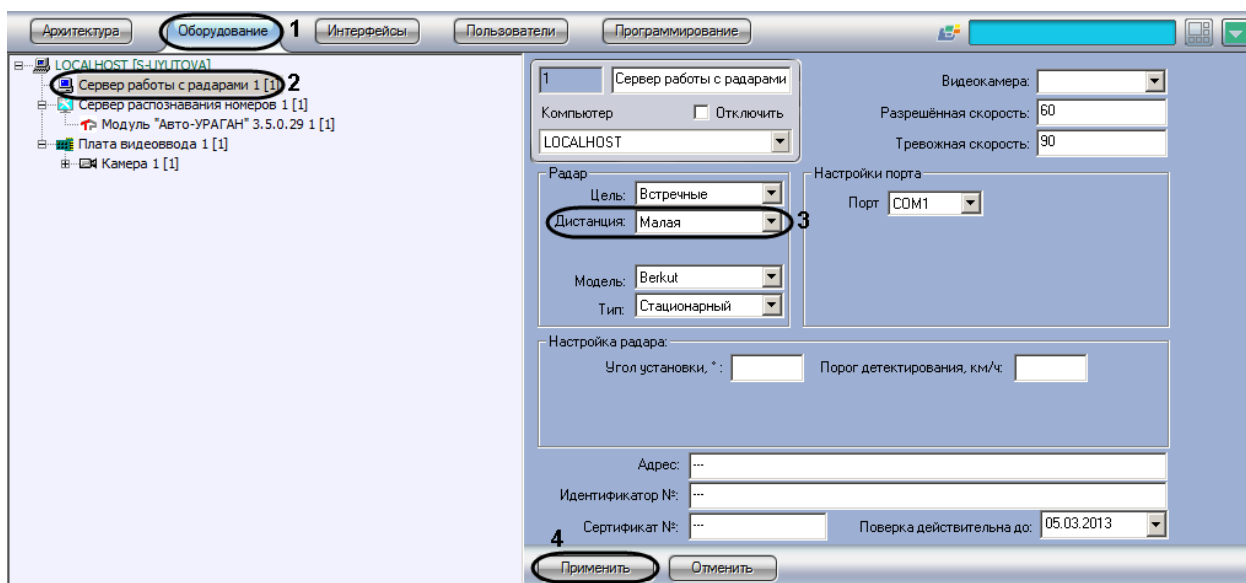

Рис. 7.3—8. Выбор дистанции для определения скорости движения транспортного средства
1. В диалоговом окне «Настройка системы» перейти на вкладку «Оборудование» (см. Рис. 7.3—8, 1).
- В дереве объектов на вкладке «Оборудование» выбрать объект «Сервер работы с радаром», соответствующий настраиваемому программному модулю «Радар» (см. Рис. 7.3—8, 2). В правой части вкладки «Оборудование» отобразится панель настройки выбранного объекта.
- В списке «Дистанция» выбрать расстояние от устройства «Радар» до места определения скорости движения транспортного средства, на котором требуется определять скорость движения (см. Рис. 7.3—8, 3).